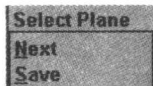

图 1-5
先选择子菜单中的 **Solid face** 选项，然后在绘图区选择一实体平面。在绘图区选择图素前，可以先选择子菜单中的 **Only** 选项来限制几何图素的选择。在图素选择完毕后，新的视角坐标系显示出来并标示出 X、Y、Z 的正方向。此时在主菜单区显示 **Select Plane** 子菜单，如图 1-5 所示。
2) 在绘图区选择一位于一平面内的图素,或选择两条直线,或选择不共线的三点;也可以先选择子菜单中的 **Solid face** 选项,然后在绘图区选择一实体平面。在绘图区选择图素前,可以先选择子菜单中的 **Only** 选项来限制几何图素的选择。在图素选择完毕后,新的坐标系显示出来标示出 X、Y、Z 的正方向。此时在主菜单区显示 **Select Plane** 子菜单,如图 1-5 所示。